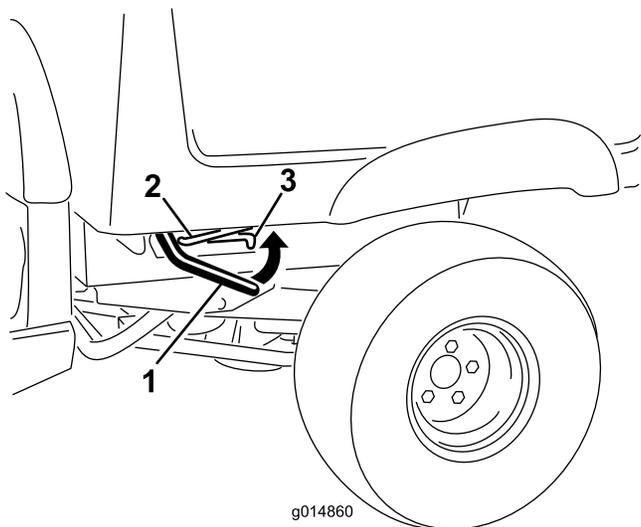

Рисунок 12
1. Поднимите рычаг с любой стороны кузова и поднимите кузов вверх (Рисунок 12).
1. Немного приподнимите грузовой кузов, нажав вверх на рычаг фиксатора (Рисунок 12).